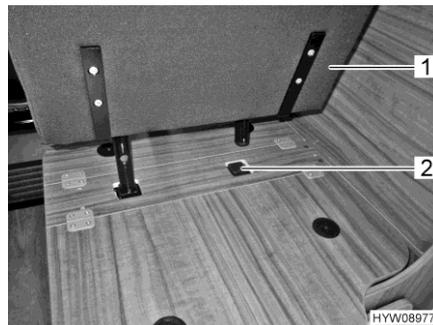

Bild 24 Stecksitz in Halterung stecken
- Stecksitz (Bild 24,1) in Halterung (Bild 24,2) stecken.